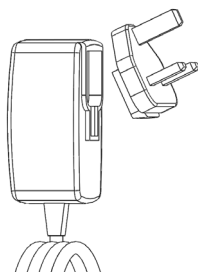

Figure 1 - Alimentation électrique
**Alimentation électrique CA** ....(voir Figure 1 - Alimentation électrique)